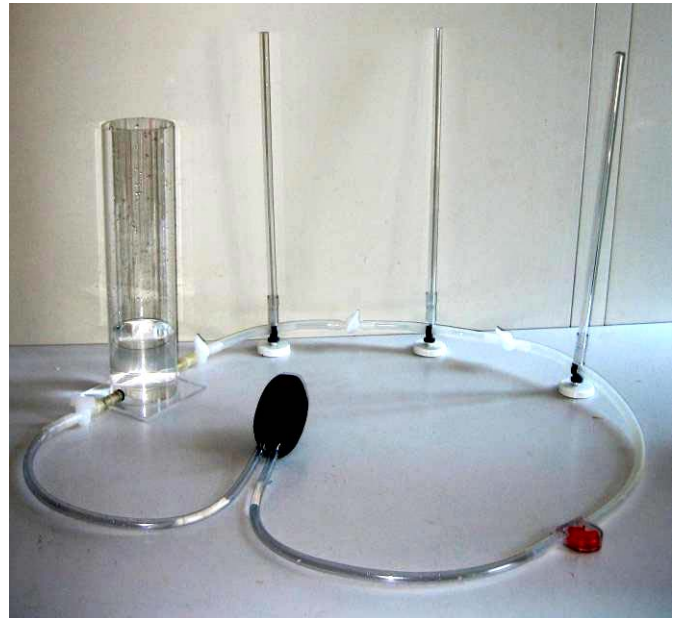

Abb. 14: mehrere „Widerstandshähne“ in Reihe
**Versuchsaufbau:** Abbildung 14, zunächst jedoch ohne Steigrohre
Bauen wir an verschiedenen Stellen „Steigröhren“ ein (Abb. 14), so können wir die Druckverhältnisse im Stromkreis „sichtbar“ machen.